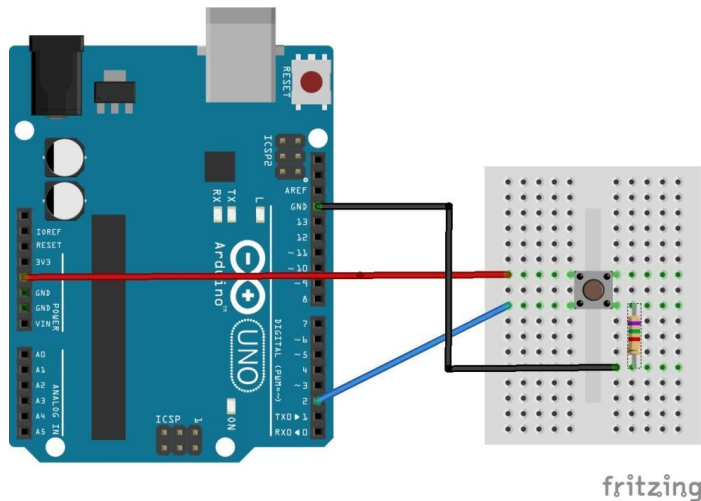

Рис. 4. Підключення кнопки до Arduino Uno
3. Ознайомитись зі схемою підключення механічної кнопки (рис. 4). Зібрати її на макетній платі. Використати підтягуючий резистор на 7,5 кОм.